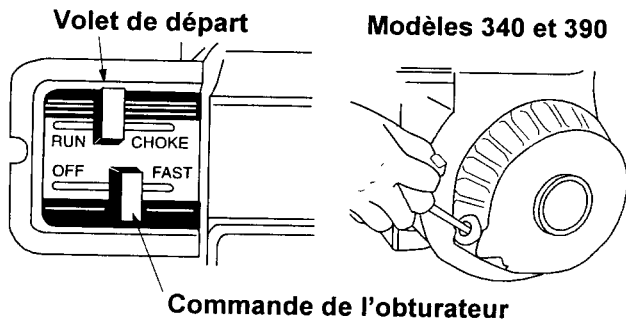

Figure 8
Elle se trouve sur le panneau du guidon et permet de contrôler le régime du moteur et d'arrêter celui-ci. (Voir la Figure 8).
Elle est située au-dessus de la commande des gaz et sert à enrichir le mélange de carburant dans le carburateur pour faire démarrer le moteur froid. (Voir la Figure 8.)
3. Placez la commande de l'obturateur à la position «FAST» (Rapide). (Voir la Figure 8).
5. Tirez lentement sur la poignée du démarreur (voir la Figure 8) jusqu'à ce que le moteur atteigne le cycle de compression. (Une légère résistance se fait sentir à ce moment.) Laissez la corde revenir lentement.